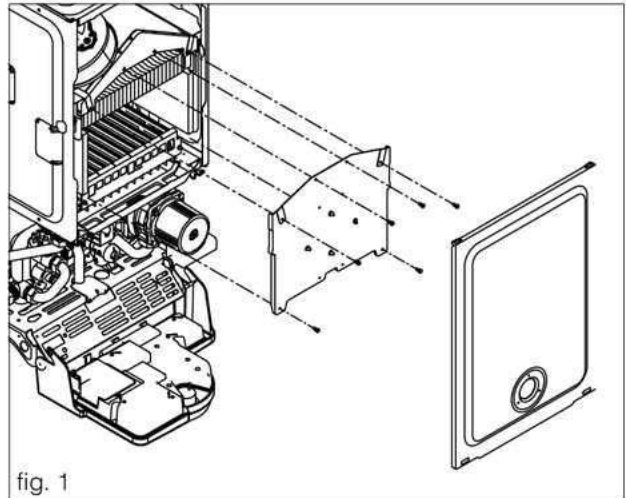

fig. 1
- Rimuovere il coperchio anteriore della cassa aria agendo sui ganci (fare leva con un cacciavite) (fig. 1)
- Rimuovere la parete anteriore della camera di combustione svitando le viti di fissaggio (fig. 1)